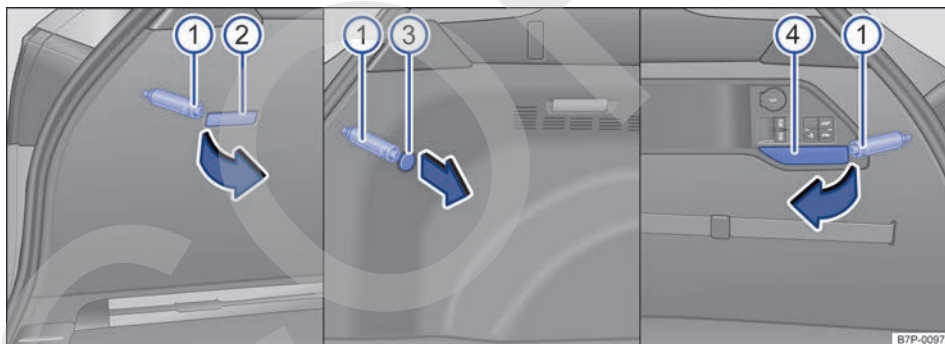

Fig. 246 En los lados del maletero: luz izquierda del maletero ②, tapa izquierda ③, tapa derecha ④ y tornillo central ①.
3. Desmonte las tapas → fig. 246 ③, ④ o la luz del maletero ②. Desprenda las tapas o la luz del maletero introduciendo con cuidado la punta plana del destornillador de las herramientas de a bordo en el rebaje y haciendo palanca en el sentido de la flecha.
4. Introduzca la punta plana del destornillador de las herramientas de a bordo en el tornillo central → fig. 246 ①.
5. Desenrosque el tornillo central → fig. 246 ① sujetando al mismo tiempo el grupo óptico trasero. El tornillo permanece en la carrocería y tiene un seguro que impide que se caiga.
13. Con una mano sujete el grupo óptico trasero en la posición de montaje y con la otra enrosque el tornillo central → fig. 246 ①.
15. Desmonte las tapas → fig. 246 ③, ④ o la luz del maletero → fig. 246 ②.